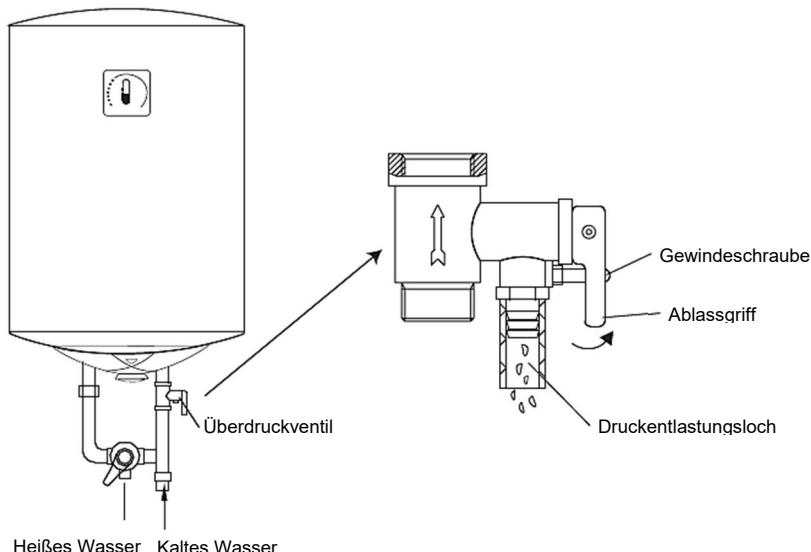

Abb. 1
4. Die Druck Erleichterung Ventil beigelegt mit Die Heizung muss sein installiert am Kaltwasserzulauf von Das Heizung (siehe Abb. 1) und vergewissern Sie sich, dass dies der Fall ist Ist nicht ausgesetzt In Die neblig . Das Wasser kann Sei abgeflossen aus Druck Erleichterung Ventil , also Die Das Abflussrohr muss weit nach innen münden Die Luft ; Der Druck Erleichterung Ventil muss sein überprüft Und gereinigt regelmäßig , um sicherzustellen, dass dies der Fall ist Wille nicht Sei blockiert .
7. Lösen Sie die Gewindeschraube am Multifunktions-Sicherheitsventil und heben Sie den Ablassgriff nach oben. (Siehe Abb.1), um das Wasser aus dem Innentank abzulassen.